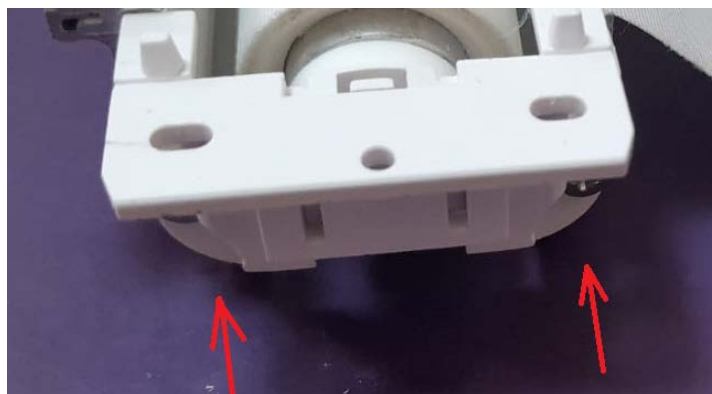

Рис. 4.22
4.10. Установить кронштейн со вставкой на короб с противоположной стороны, вставив вставку в заглушку, и закрепить его шурупами 3x12 (Рис.4.22).